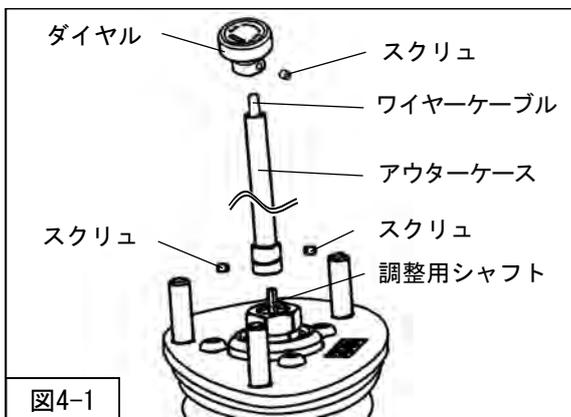

図4-1
1. 減衰力調整ケーブル（同梱品）からダイヤルを取外し、リアサスペンションASSY先端の調整用シャフトにケーブルを取付けてください。（図4-1）
2. 調整用シャフト側面の平面部にスクリュの位置を合わせ、ワイヤークーブルを固定してください。（図4-1）
5. アウターケースから出てきたワイヤークーブルの先端にダイヤルを取付けてください。（図4-1）